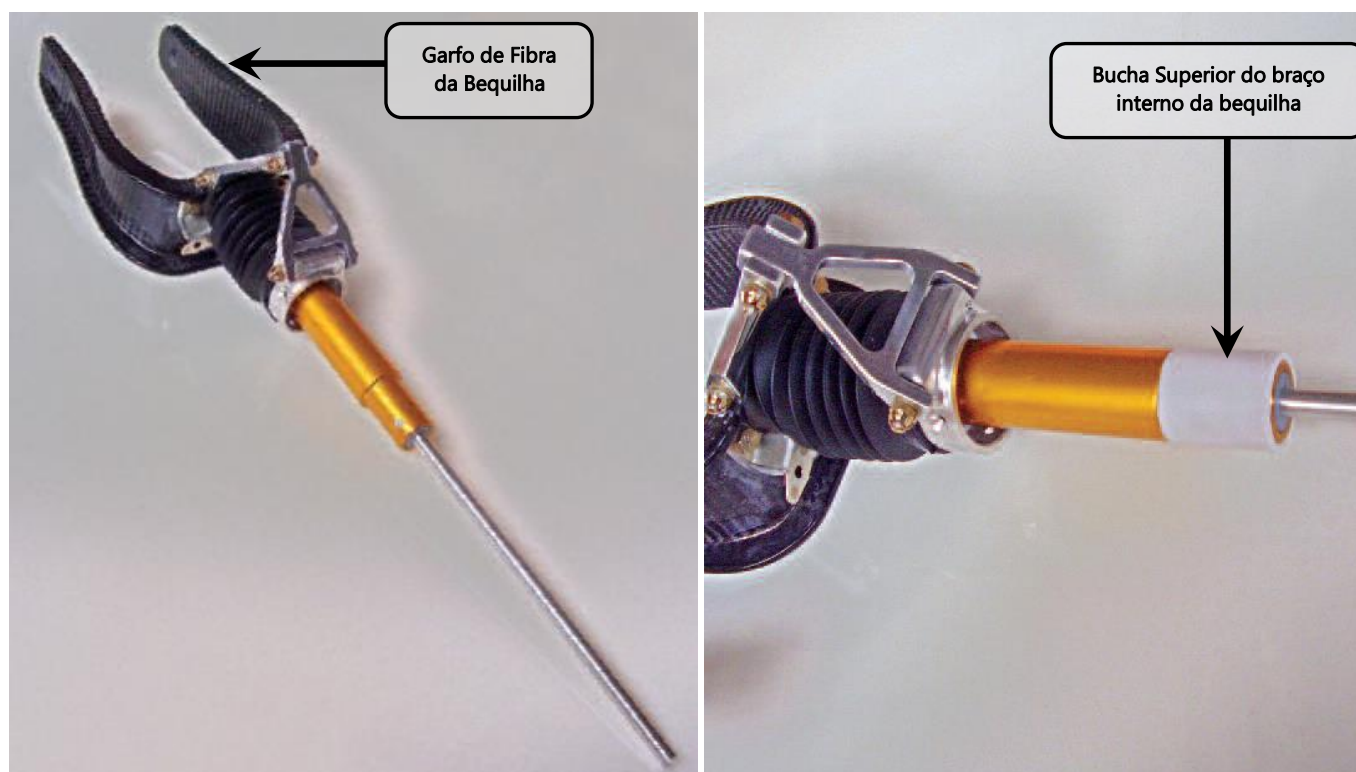

Figura 32.20.5 – Instalação da bucha Superior do Braço Interno da Bequilha
1. Instalar manualmente a bucha superior do braço interno da bequilha AA-32-20-400-23 no braço interno da bequilha AA-32-20-400-22, como mostra a figura 32.20.5.